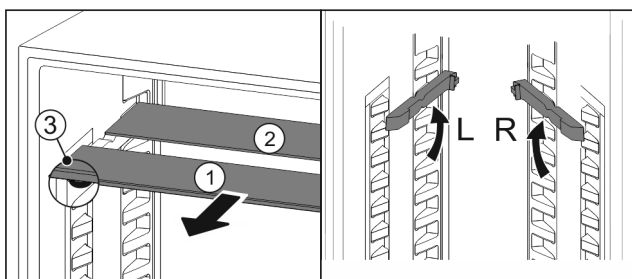

Fig. 112
- ▶ Tõmmake Fig. 112 (1) klaasplaadid üksikult ettepoole välja.
- ▷ Iluliiist klaasplaat Fig. 112 (1) asub ees.
- ▷ Pidurid Fig. 112 (3) on suunatud allapoole.